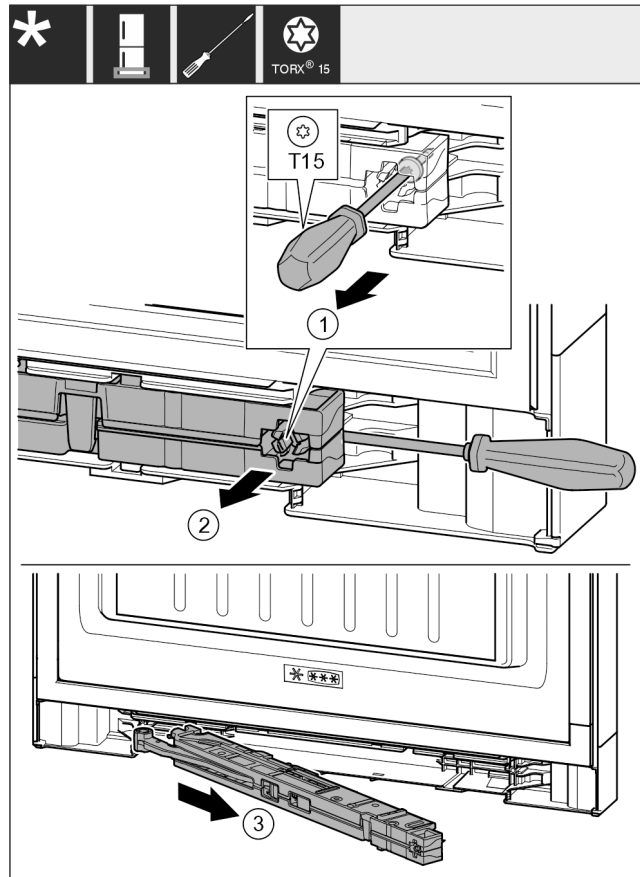

Fig. 17
- ▶ Ослабьте винт на узле амортизатора закрывания двери с помощью отвертки T15 примерно на 14 мм. Fig. 17 (1)
- ▶ Переместите отвертку со стороны ручки за узел амортизатора. Поверните узел вперед. Fig. 17 (2)
- ▶ Извлеките узел. Fig. 17 (3)